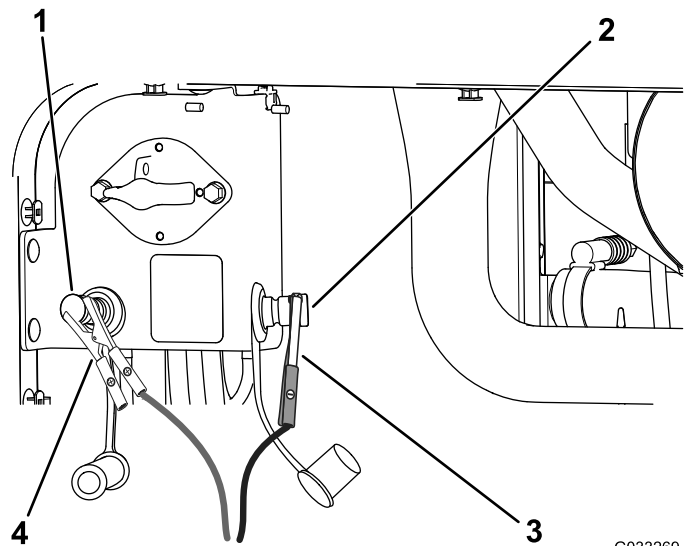

Figura 115
4. Conecte el cable positivo del cargador de la batería al borne positivo del otro vehículo (Figura 115).
5. Conecte el cable negativo del cargador de la batería al borne negativo de la batería del otro vehículo (Figura 115).
7. Cuando las baterías estén completamente cargadas, desconecte el cargador de la fuente de electricidad, luego desconecte los cables del cargador de los bornes de la batería del otro vehículo (Figura 115).